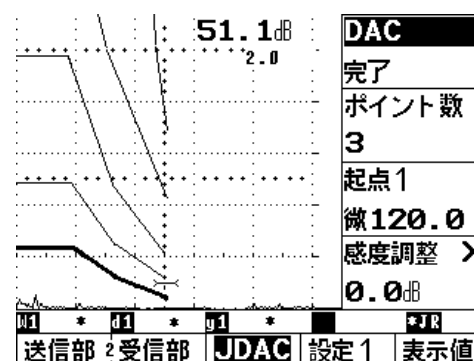

図 7 250mm での DAC の完成
- ⑨順次 1.0S, 1.5S からの最大エコーを検出し、それぞれのエコーにゲート 1 を掛け、 キーを押すと、順次、区分線が描かれる。
- ⑩1.5S まで作成したら  キーを押して、DAC 表示下の“作成”を右ダイヤルで“完了”に変えると DAC が確定する。(図 7 参照)